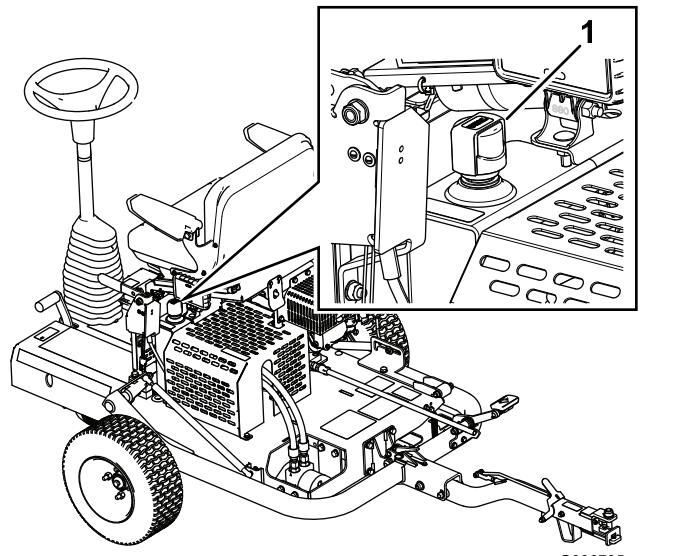

Рисунок 20
- Снимите крышку гидравлического бака и проверьте уровень гидравлической жидкости с помощью щупа (Рисунок 20).